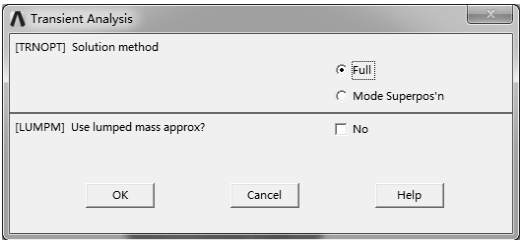

图 8-120 “Transient Analysis” 对话框
2) 系统弹出 “Transient Analysis” 对话框，保持默认设置，如图 8-120 所示。单击 “OK” 按钮确认。